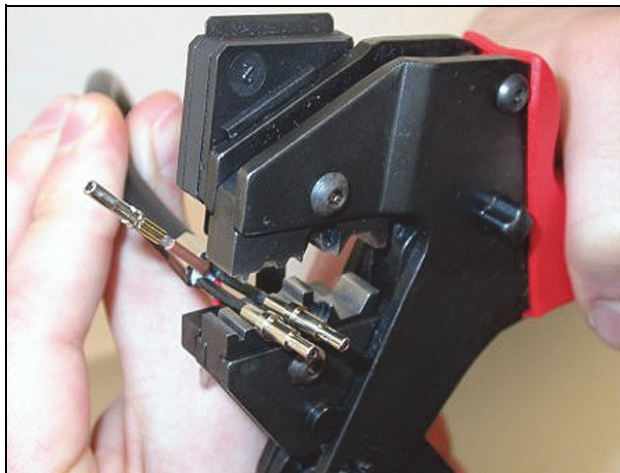

figura 30.24: Crimpatura delle armature (2)
- 24 Inserire entrambe le armature nella pinza a crimpare (utensile 3, vedere figura 30.24).